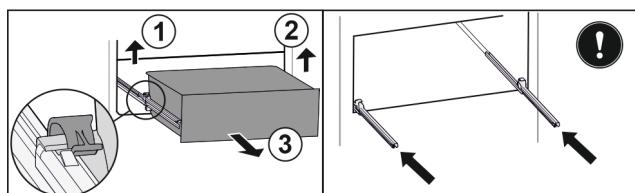

Fig. 111
- Nadvhynite ľavú svorku a súčasne ťahajte zásuvku vľavo dopredu. Fig. 111 (1)
- Nadvhynite pravú svorku a súčasne ťahajte zásuvku vpravo dopredu. Fig. 111 (2)
- Odoberte zásuvku dopredu. Fig. 111 (3)